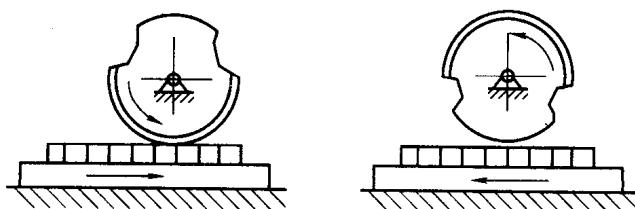

图 1-1-12 一回转印刷机工作原理
(2) 一回转印刷机 一回转印刷机工作原理如图 1-1-12 所示。压印滚筒每旋转一周，版台往复运动一次，完成一个工作循环。这样，必须采用大直径的压印滚筒，滚筒表面的一